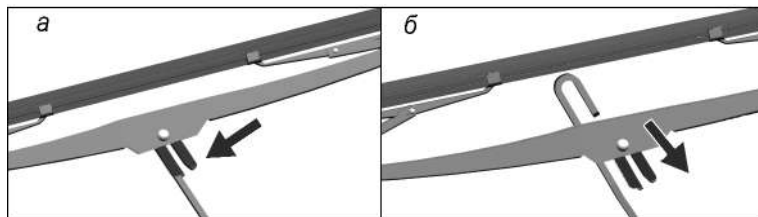

Рис. 3. 56. Замена щеток стеклоочистителей стекол
- блок интерфейса пользователя (БИП) с кнопкой «SOS» 3 (рис. 3. 60) находящийся на внутренней части крыши салона;